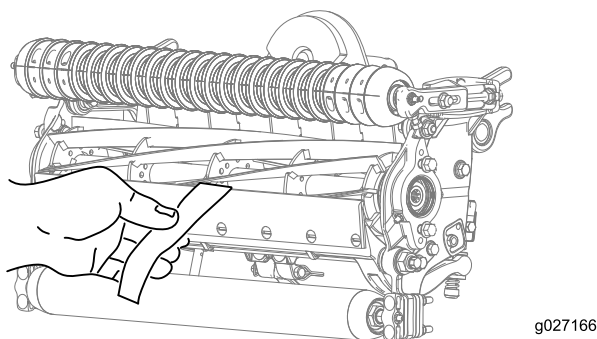

Bild 13
10. Testen Sie die Schnittleistung, indem Sie einen langen Streifen des Schnittleistungspapiers (Toro Bestellnummer 125-5610) senkrecht zum Untermesser zwischen die Spindel und das Untermesser legen (Bild 13). Drehen Sie die Spindel **langsam** vorwärts; das Papier sollte geschnitten werden.